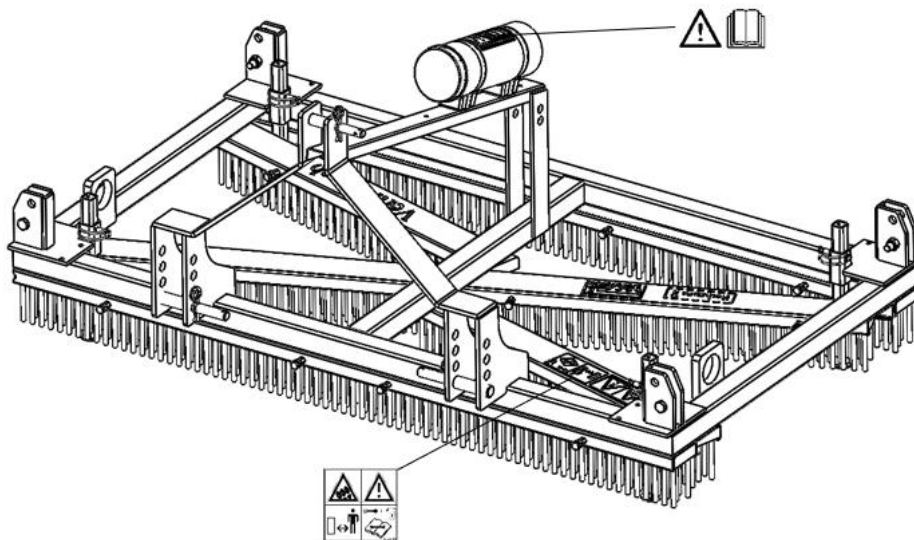

Fig. 5
Aan weerszijden van de Verti-Comb zijn (Fig. 5) veiligheidsstickers (Fig. 2,3,4) aanwezig met een gelijkkluidende betekenis. Deze veiligheidsstickers moeten altijd goed zichtbaar en leesbaar zijn en moeten, wanneer deze beschadigd zijn, worden vervangen.
- (7) Plaatsing veiligheidsstickers. (Fig. 5)